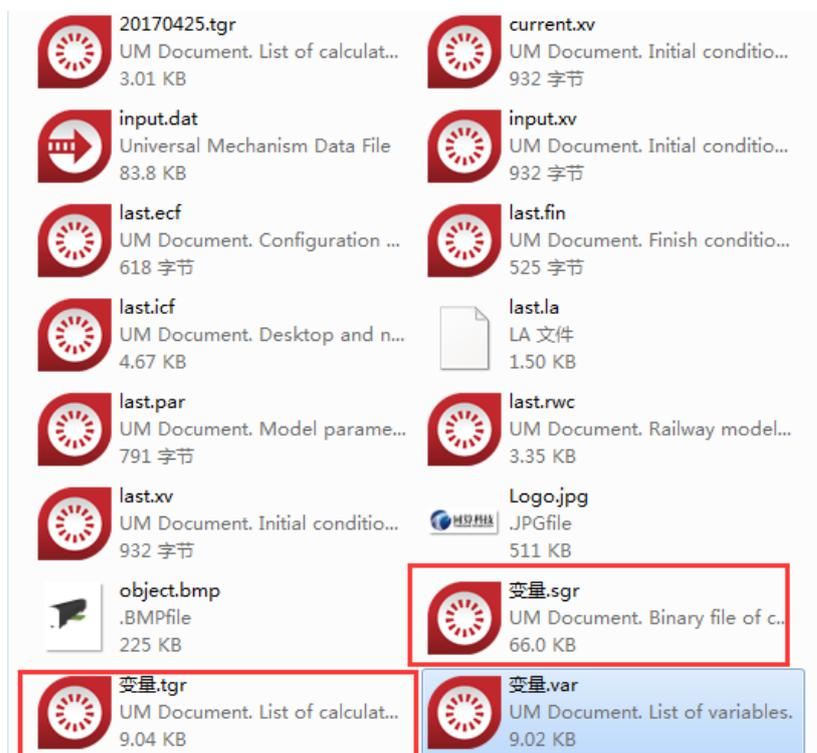

图 004-11
8、至此，仿真工作完成。打开模型文件夹，会发现多出现了.tgr 和.sgr 两个文件，而它就是保存的结果，如图 004-11；